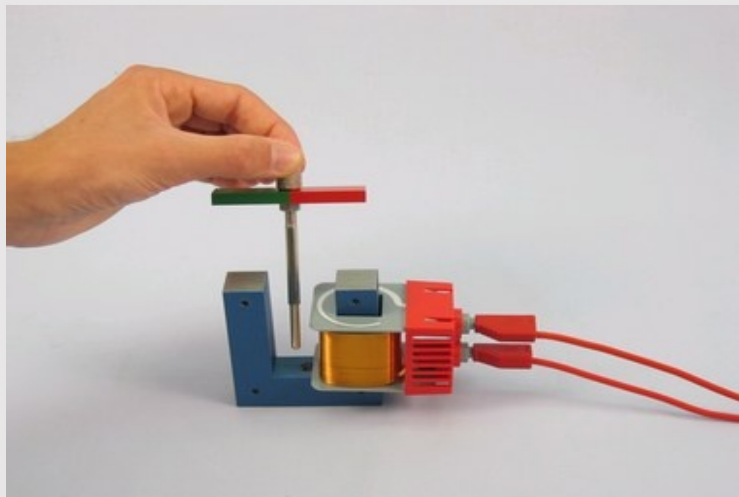

Рис. 5
- Вставте тонкий кінець обертового стрижня з магнітом в U -подібне осердя (див. рис. 5 і 6). Виберіть відстань приблизно 5 мм. Дозвольте магніту обертатися дуже швидко, спостерігайте за лампочкою і запишіть свої спостереження в протоколі в розділі "Результат - Спостереження 6".